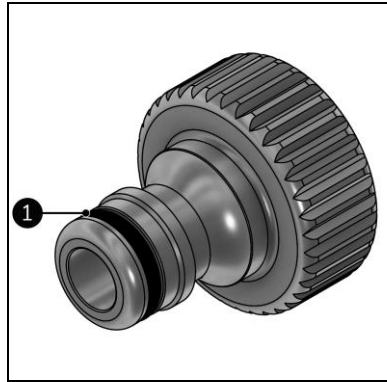

Abbildung 19
7. Tragen Sie Vaseline auf den O-Ring der Gartenschlauchkupplung (Abbildung 19, Pos. 1) auf.